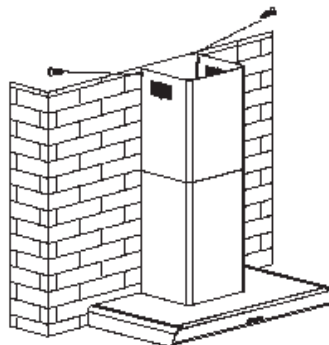

Abb.10
– Setzen Sie die Kamine auf die Dunstabzugshaube und befestigen Sie den Kamin innen mit der Halterung mit 2 Schrauben. (Abb. 10).